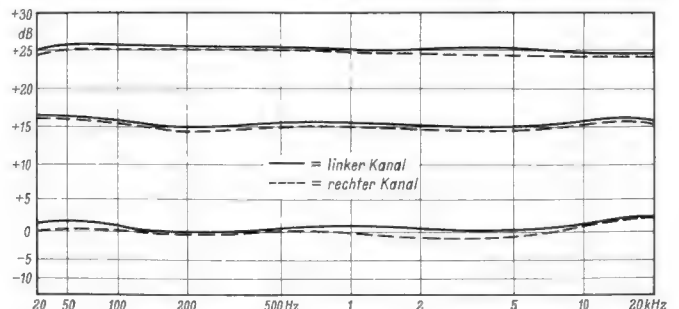

Bild 5. Frequenzgang des Stereoverstärkers bei verschiedenen Stellungen des Lautstärkeinstellers
Beim Gerät U 702 ist das Ergebnis, daß man u. U. eine unbrauchbare Röhre tauschen muß und daß ein Vordruck aller Skalenstriche durch die Lieferfirma des Anzeigeinstrumentes wegen der großen Abweichungen (z. T. größer als 3 dB) nicht möglich ist (die Skala enthält deshalb nur die Marken ∞ und + 5 dB sowie die Beschriftung). Die in Bild 5 wiedergegebene Skala gilt also nur für eine spezielle Röhre. Um für Ein-
Den Frequenzgang bei konstanter Eingangsspannung und verschiedenen Stellungen des Lautstärke-Einstellers zeigt Bild 5.
9. Pegelunterschied zwischen beiden Kanälen bei voll geöffnetem Lautstärke-Einsteller (siehe auch Bild 5)